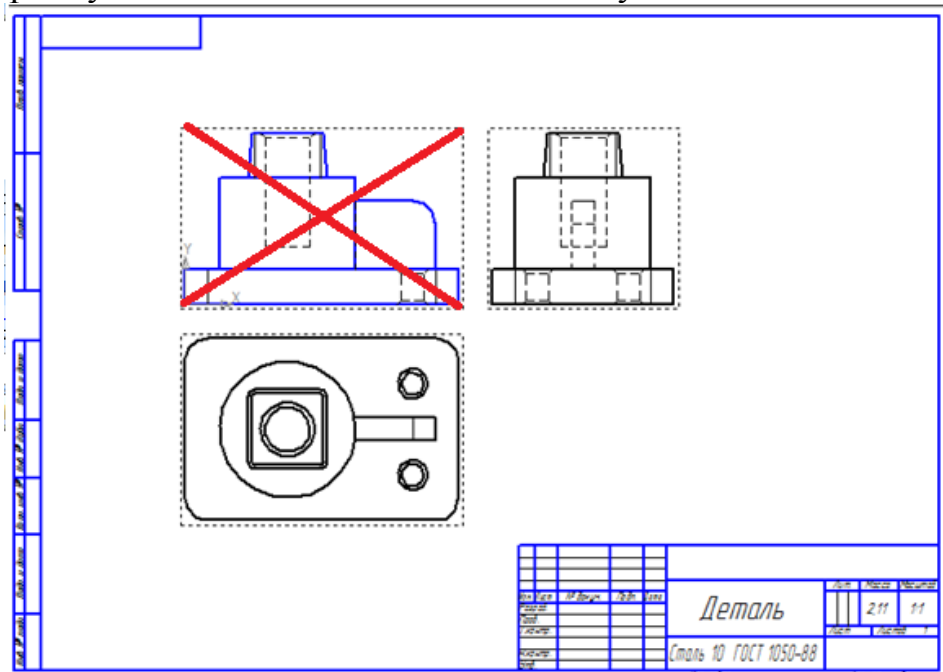

Рисунок 49.
6. Удалить главный вид (рисунок 49) и вместо него выполнить ступенчатый фронтальный разрез: указать левой клавишей мыши на габаритную рамку главного вида – нажать клавишу **<Delete>**.